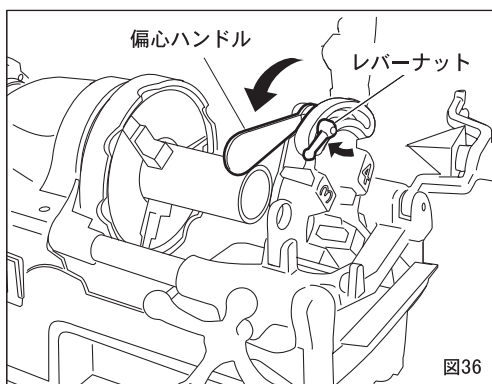
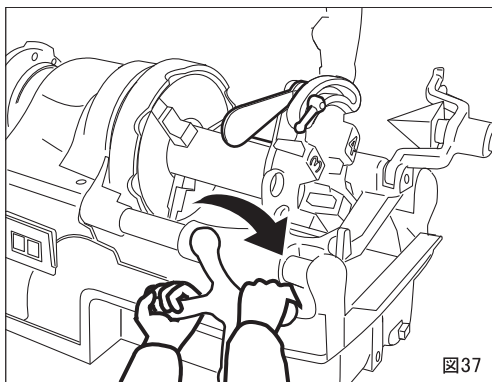

図36
図37
①ねじ切りのサイズ寸法を合わせるには偏心台（図39）の目盛りを、ダイヘッドのサイズ目盛りのねじ切り寸法に合わせて、レバーナットを締めて固定してください。（図36）
②スイッチをONにするとオイルはダイヘッドから自動的に注油されます。
③送りハンドルを右回り方向に動かレパイプにチェーザを押し付け食い付かせてください。ねじ山が3～4山切ればあとは自動的にねじが切れます。このマシンに使用されているシリースモータは、回転数が、負荷によって自動的に変化します。（図37）